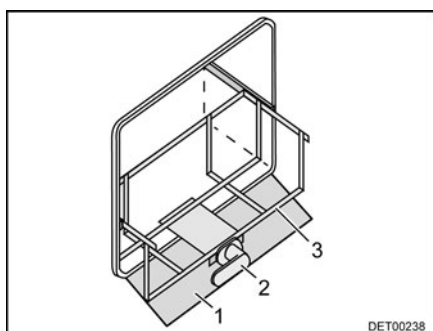

Fig. 128 Compartiment à gaz
- Si une tôle de protection (Fig. 128,1) est présente, la rabattre vers le bas.
- Déverrouiller le coulisseau (Fig. 128,3) au moyen de la poignée (Fig. 128,2).
- Retirer à fond le coulisseau (Fig. 128,3).
- Faire revenir la poignée (Fig. 128,2) dans sa position initiale.
- Enfoncer à fond le coulisseau (Fig. 128,3) et faire revenir la poignée (Fig. 128,2) dans sa position initiale.
- Si une tôle de protection (Fig. 128,1) est présente, la rabattre vers le haut.